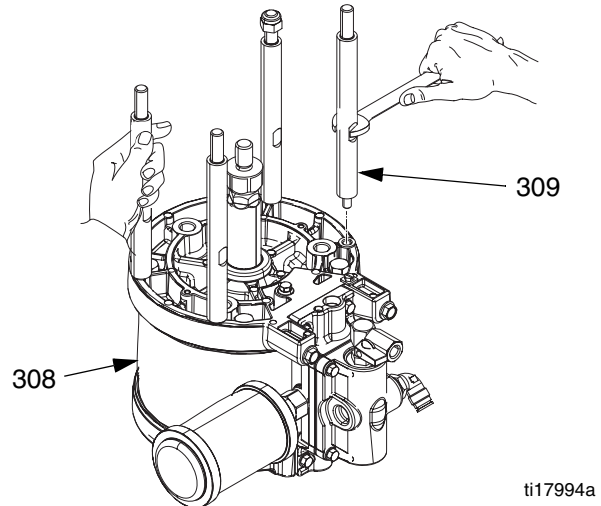

ABB.3
2. Die Verbindungsstangen (309) unten am Druckluftmotor (308) montieren. Siehe ABB.3.